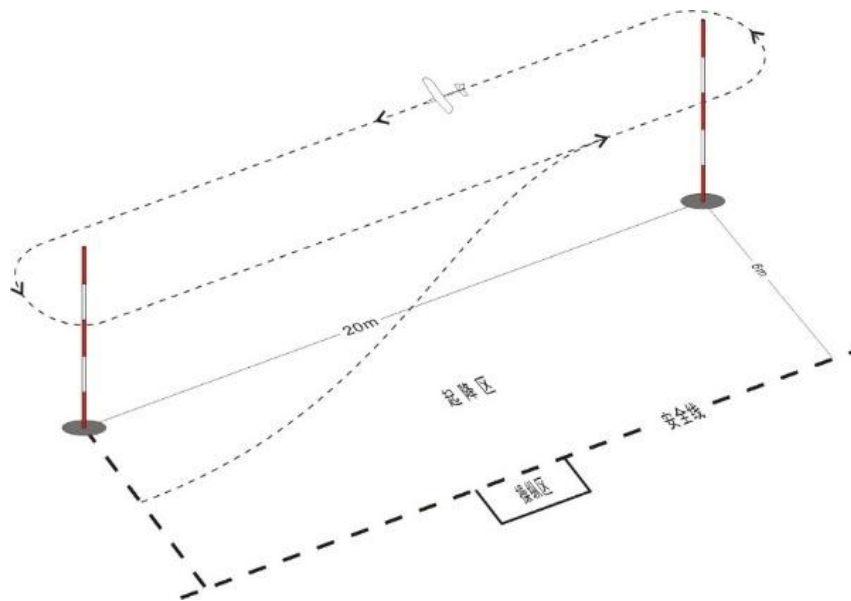

图 F.9 遥控固定翼模型飞机测试场地、飞行示意图
F.3.3.3.3 测试场地操纵区、起降区、飞行区等尺寸见图 F.9。